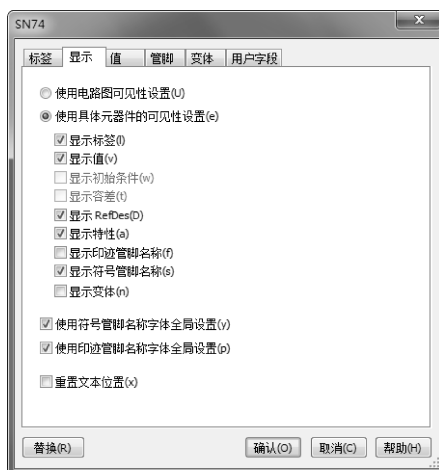

图 10-112 设置引脚可见性
① 打开“显示”选项卡，选择“使用具体元器件的可见性设置”选项，勾选“显示符号管脚名称”复选框，如图 10-112 所示。